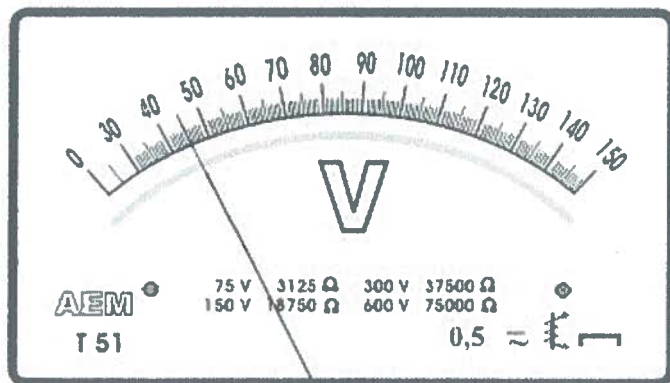

Fig. 1
- a) precizați semnificația simbolurilor de pe cadranul aparatului analogic din fig.1;